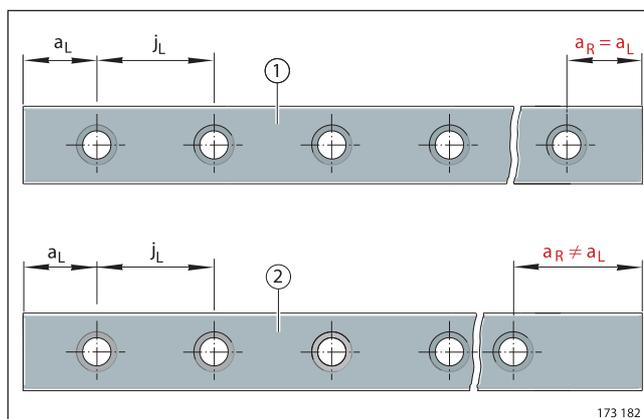

Рисунок 4 · Симметричное ① и несимметричное ② расположение отверстий в рельсах с одним рядом крепёжных отверстий.
■  $a_L \geq a_{L \min}$  и  $a_R \geq a_{R \min}$  (см. Рисунок 4).